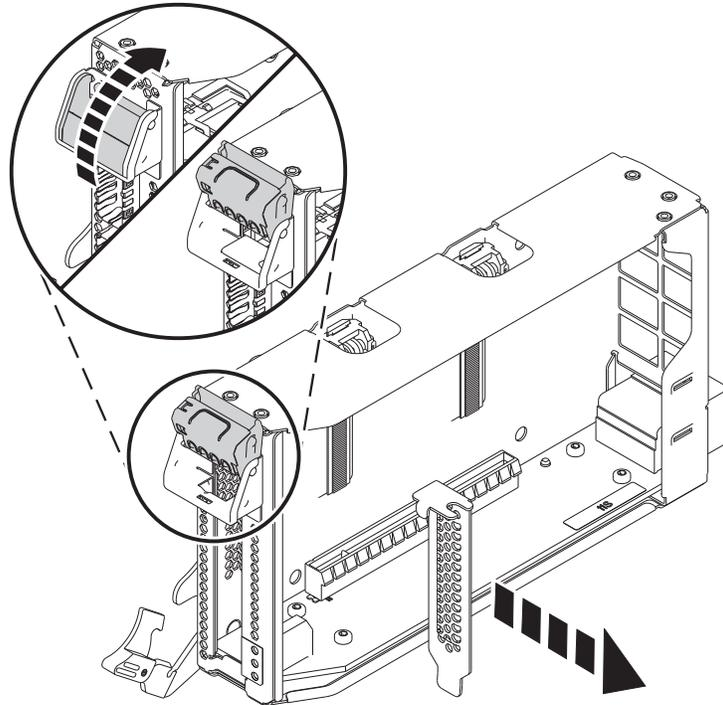

Abbildung 5. Platzhalterelement des PCIe-Adapters aus der Adapterkassette ausbauen
- c. Um das Platzhalterelement der Adapterkassettenhalterung zu entriegeln, drehen Sie die Verriegelung am Ende der Adapterkassettenhalterung der Kassette, wie in Abb. 5 auf Seite 7 dargestellt.
- d. Bauen Sie das Platzhalterelement der Adapterkassettenhalterung aus, wie in Abb. 5 auf Seite 7 dargestellt.